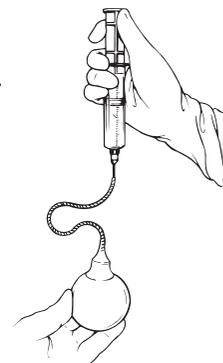

Figura 4-10
2. Segurando no reservatório, ligue uma agulha de ponta romba de calibre 15 e uma seringa de 60 cc, parcialmente cheia com soro fisiológico esterilizado normal, ao reservatório (**figura 4-10**).